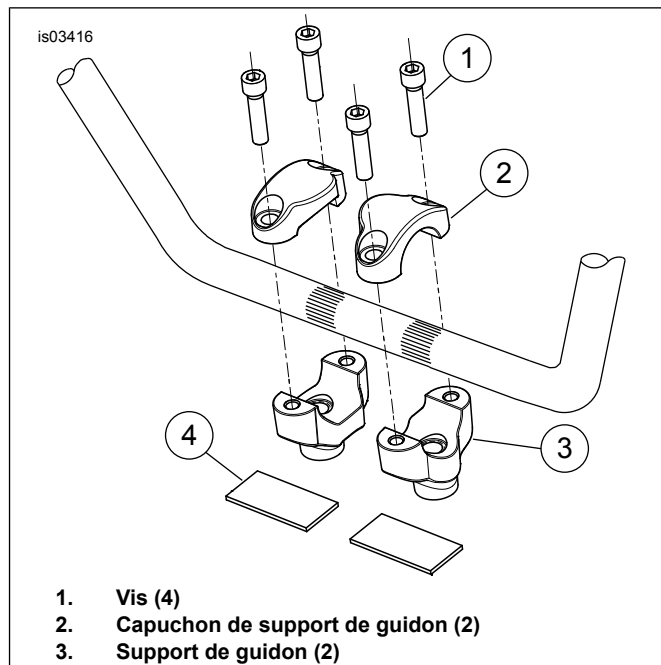

Figure 3. Orientation du support de guidon – FLSTF
- Voir Figure 3. Installer sans les serrer les nouveaux supports (kit numéro 56789-05), orientés comme indiqué, sur le support de fourche supérieur en utilisant les vis, les rondelles-frein et les rondelles d'origine. Installer le câble de masse et la rondelle-frein à dents intérieures sur la vis de support de guidon de droite.
- Installer les deux capuchons de support de guidon (2) sur les supports au-dessus du guidon en utilisant les quatre vis (1) du kit.